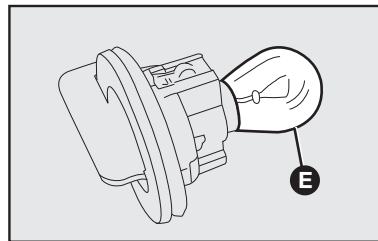

fig. 17
- 2) Retirar a lâmpada **E-fig. 17**, empurrando-a um pouco e girando-a em sentido antihorário.